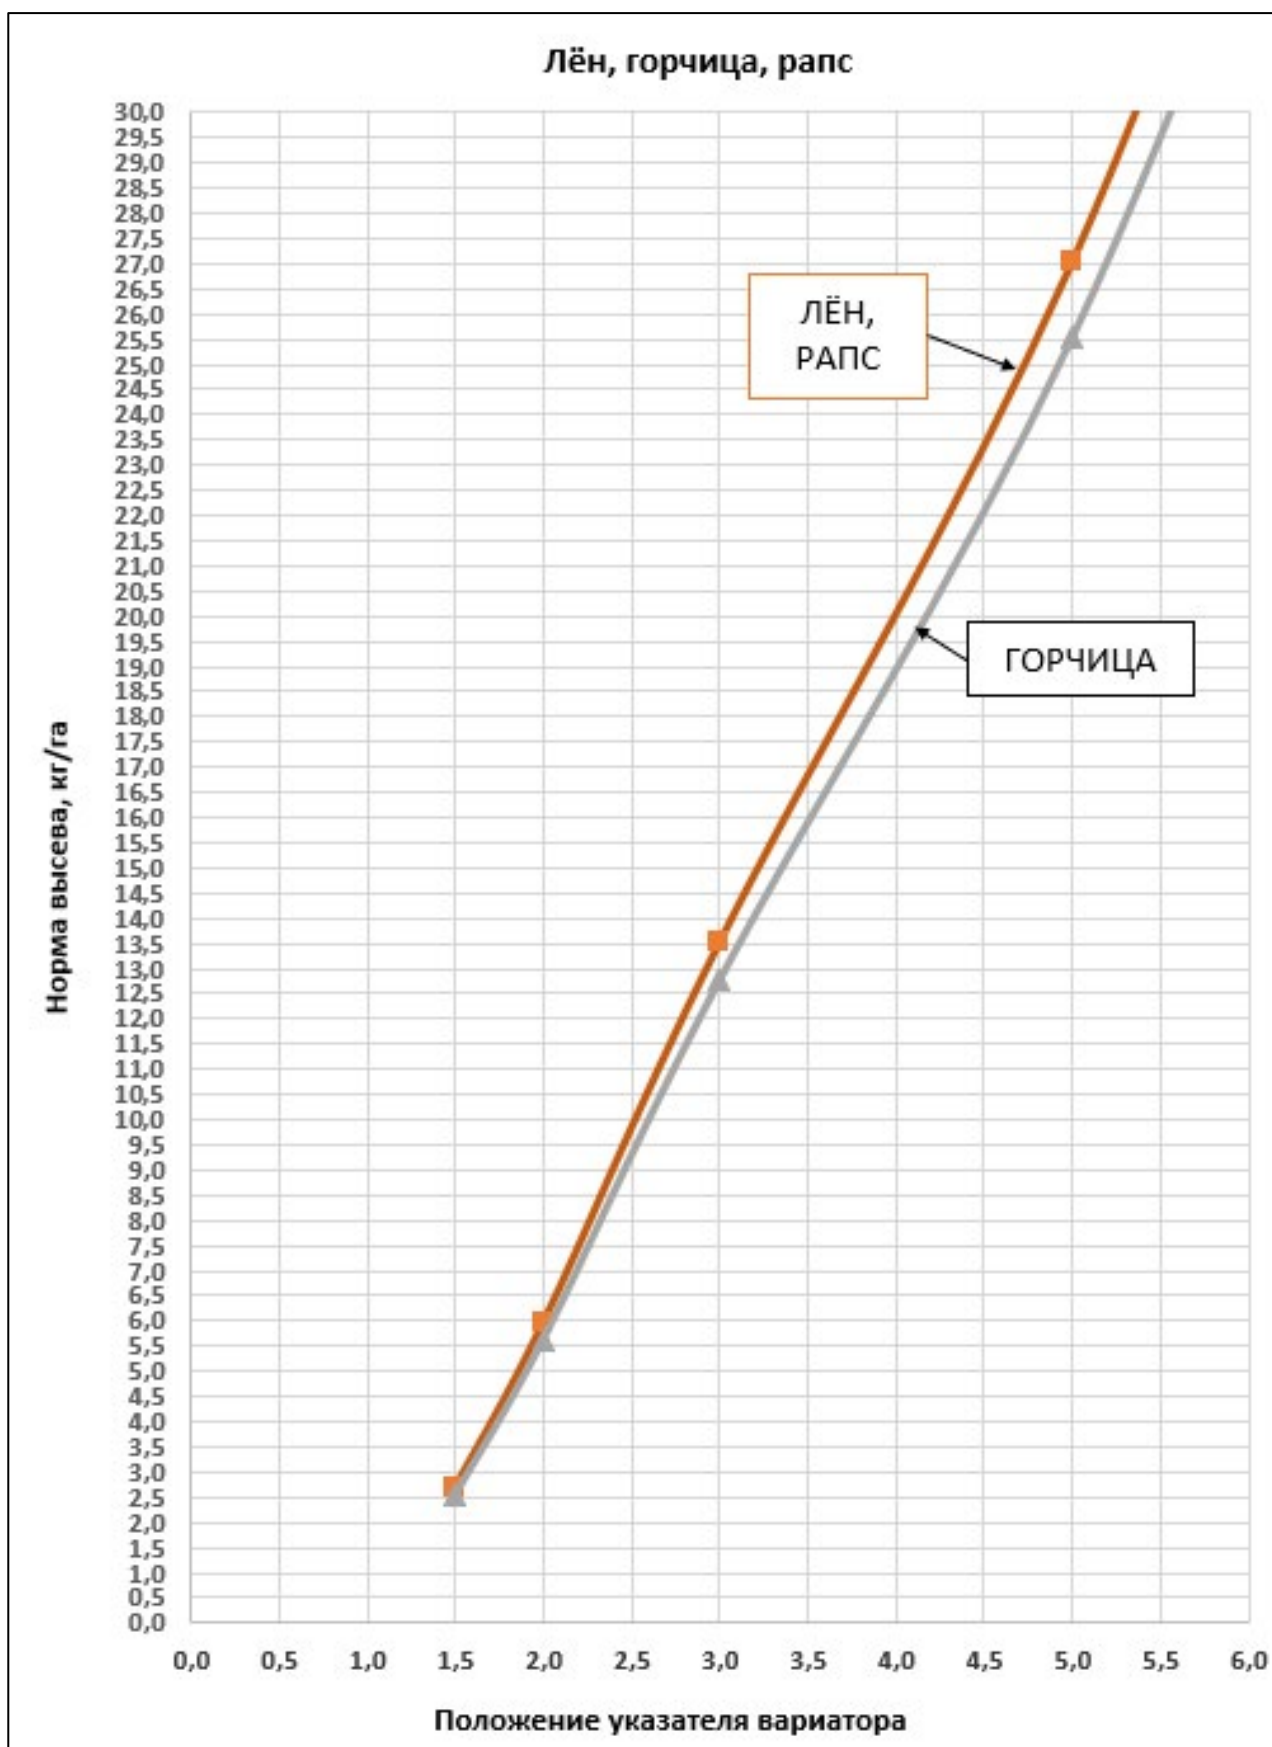

Рисунок 13 – Диаграмма ориентировочной нормы высева
1. Выбрать в соответствии с диаграммой ориентировочной нормы высева рис. 13, 14, 15 начальное положение по шкале вариатора, в соответствии с требуемой нормой высева.